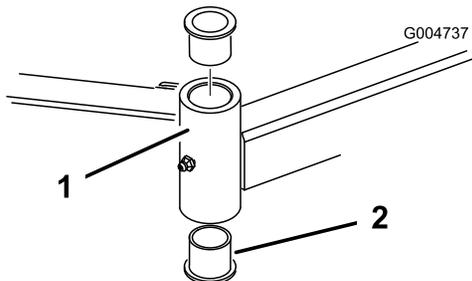

Рисунок 86
4. Вставьте пробойник сверху или снизу монтажной трубы и выбейте втулку из трубы (Рисунок 86).